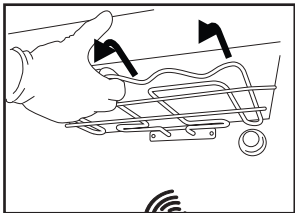
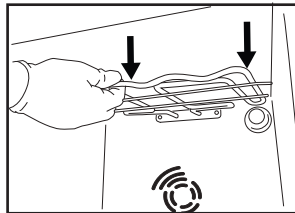

Fig. 1
Fig. 2
2. Træk varmelementet en smule ud (Fig. 1) og sænk det (Fig. 2).